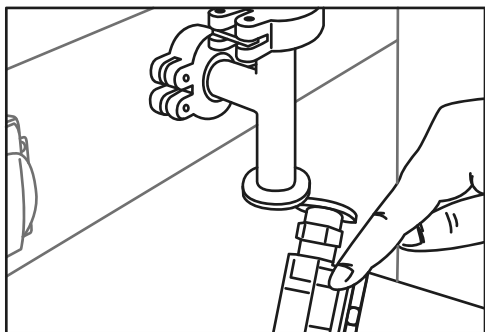
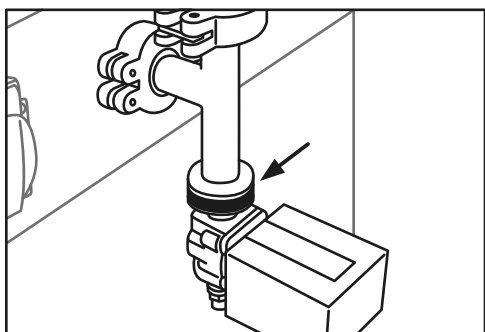

Figura 13.
Figura 15.
4. Conecte la válvula solenoide de vacío. la válvula solenoide está grabada con una flecha la cual debe apuntar hacia abajo (Figura 13 y 14). Al conectar, preste atención a la posición de las abrazaderas (Figura 15 y 16).